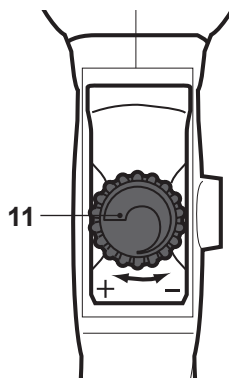

Fig. 10
Limitar a velocidade máxima usando a marcação rápida (11). O dispositivo de velocidade variável permite seleccionar a melhor velocidade para uma determinada aplicação. (Fig. 10).
- >Rode a marcação rápida (11) na direcção "+" para aumentar a velocidade máxima.
- >Rode a marcação rápida (11) na direcção menos "-" para diminuir a velocidade máxima.